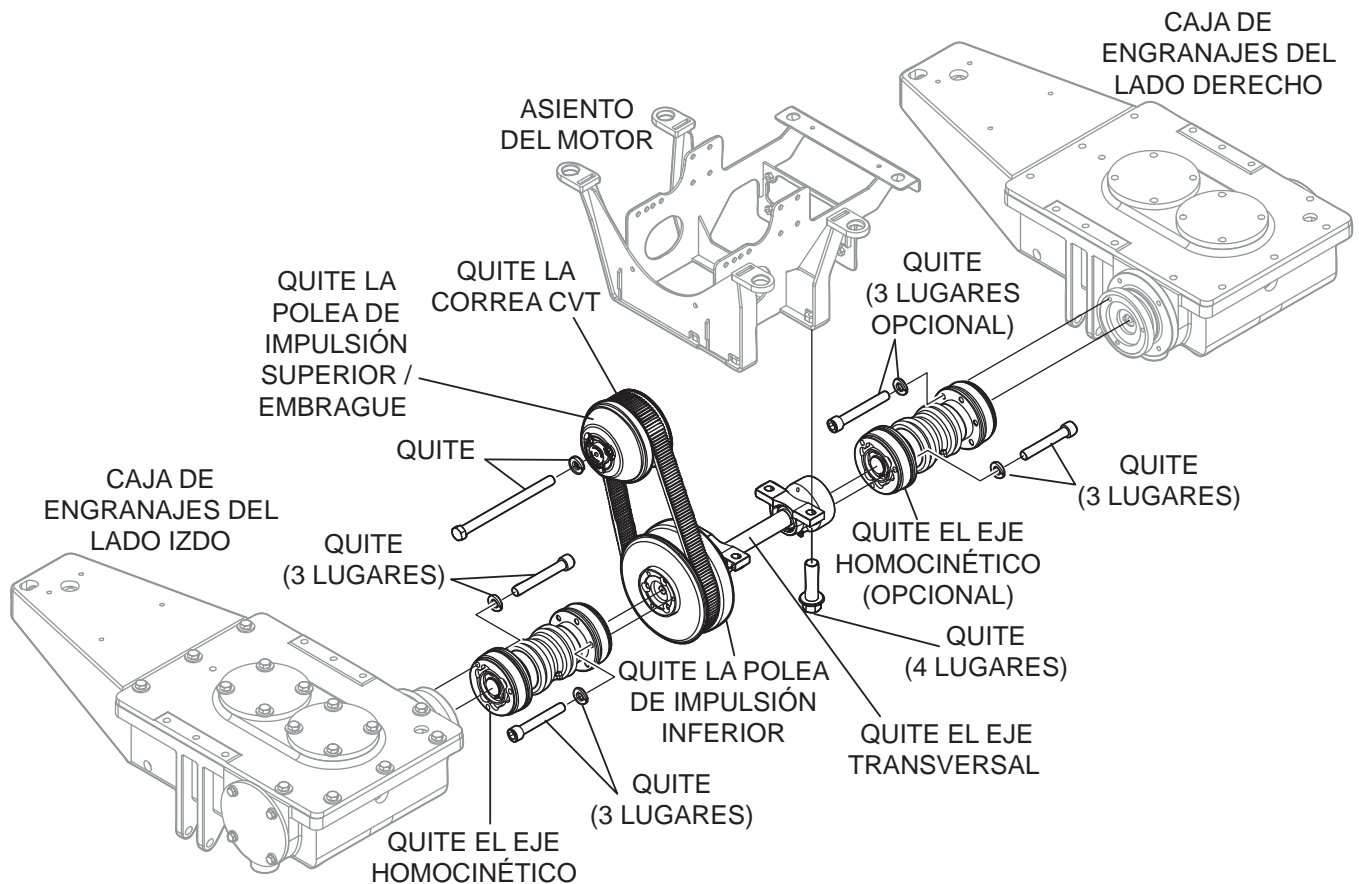

Figura 10. Retirada del conjunto de impulsión
Consulte la Figura 10.
1. Retire moviendo la polea CVT superior y la polea inferior. Deseche la polea. Vea la Figura 10.